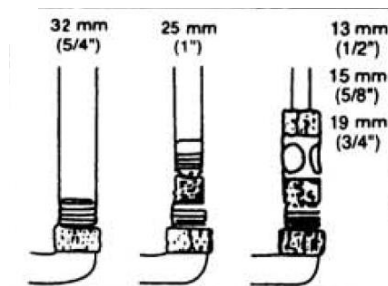

Fig. 3
2. Inserire il tubo di scarico sulla parte del raccordo corrispondente al diametro interno del tubo (Fig.3).